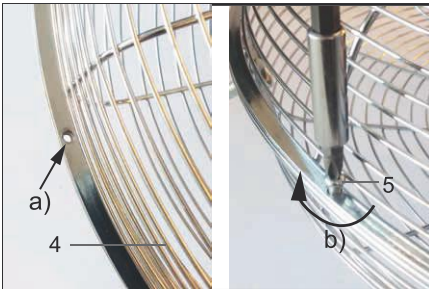

Fig. 110: Монтаж защитной решетки
4. Установите 2-ю половину защитной решетки (4) на защитную решетку с блоком двигателя и ротором. Отверстия обеих половин необходимо совместить. См. рис. 110 а).
5. Сначала вставьте все винты с крестообразным шлицем (5) через соответствующие отверстия обеих половин.
6. Затем завинтите винты в диагональной последовательности по часовой стрелке, рис. 110 б).